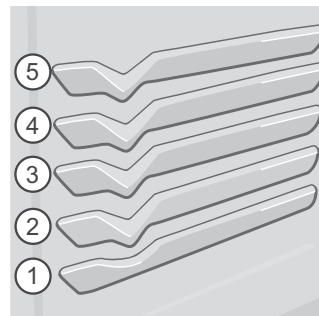

Figure 25 : Positions des grilles
- Pour obtenir de meilleurs résultats lorsque vous utilisez deux grilles pour la cuisson de gâteaux, placez ces dernières aux positions 2 et 4 (voir Figure 25).